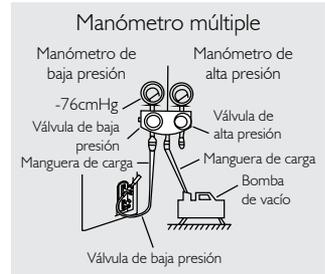

Figura 42
5. Haga funcionar la bomba de vacío durante al menos 15 minutos, o hasta que el manómetro de baja presión lea -76cmHG (-10⁵ Pa). Ver Figura 42